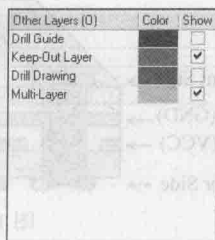

图 1-9 其他层
(5) 其他层：如图 1-9 所示，包括如下 4 种类型的层。